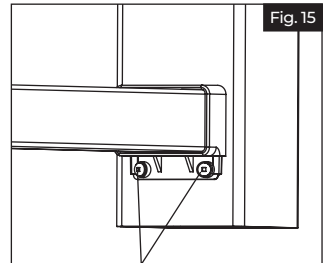

Fig. 15
- Coloque dos tornillos de rosca de cabeza cuadrada de 2" n.º 10 (Fig 15).